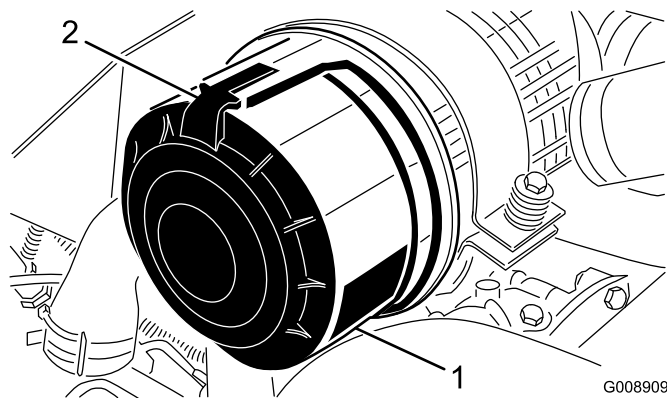

Рисунок 59
1. Отпустите защелки, фиксирующие крышку воздухоочистителя на его корпусе (Рисунок 59).